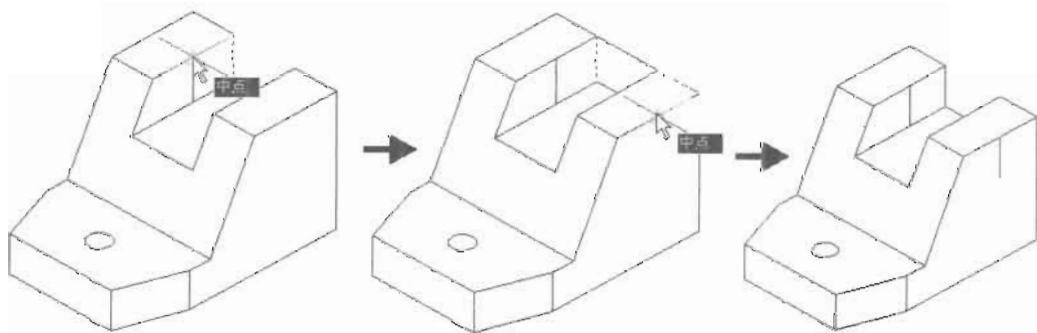

图 11-45
(3) 使用“复制”功能复制出两条如图 11-45 所示的辅助线。